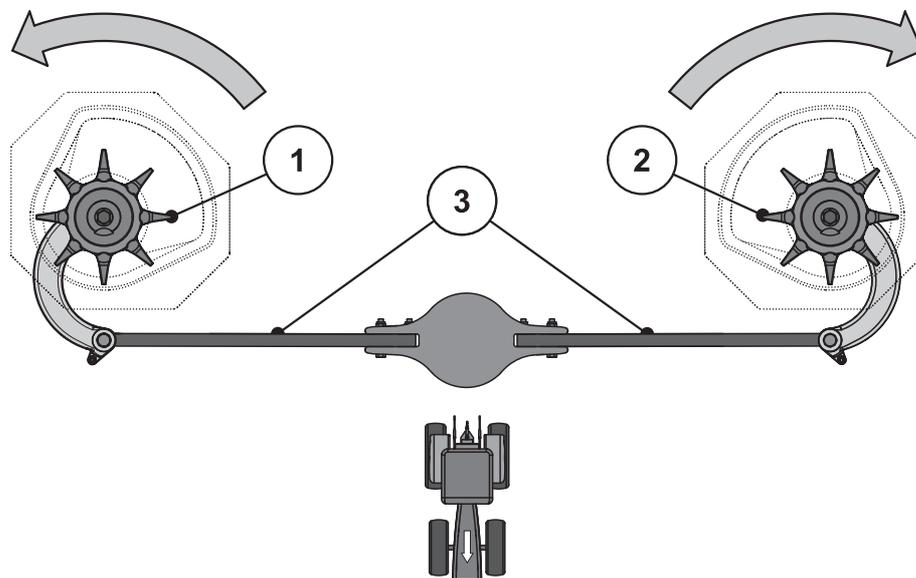

Imagen 9.8: Comprobar mando de agitador.
2. Gire manualmente el cabezal agitador **en el sentido de giro del disco de dispersión**. Véase Imagen 9.8.
3. Gire el cabezal agitador manualmente o con la ayuda de una correa de filtro de aceite con fuerza **contra la dirección de giro del disco de dispersión**. Véase Imagen 9.8.